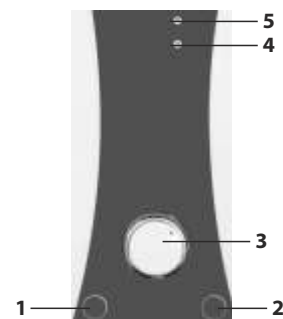

Рис. 7
3. Поверните ручку регулятора мощности (рис.7,8) по часовой стрелке, загорится индикатор «POWER» (при условии, что проток воды будет более 2,4 л/мин) и водонагреватель начнет нагрев воды.
5. Для регулировки температуры горячей воды можно использовать кран на входном патрубке (вход холодной воды) или на предохранительном клапане. Уменьшая поток воды, вы увеличиваете температуру воды на выходе и, соответственно, наоборот. Также для изменения температуры воды используйте регулятор мощности (рис.7,8).